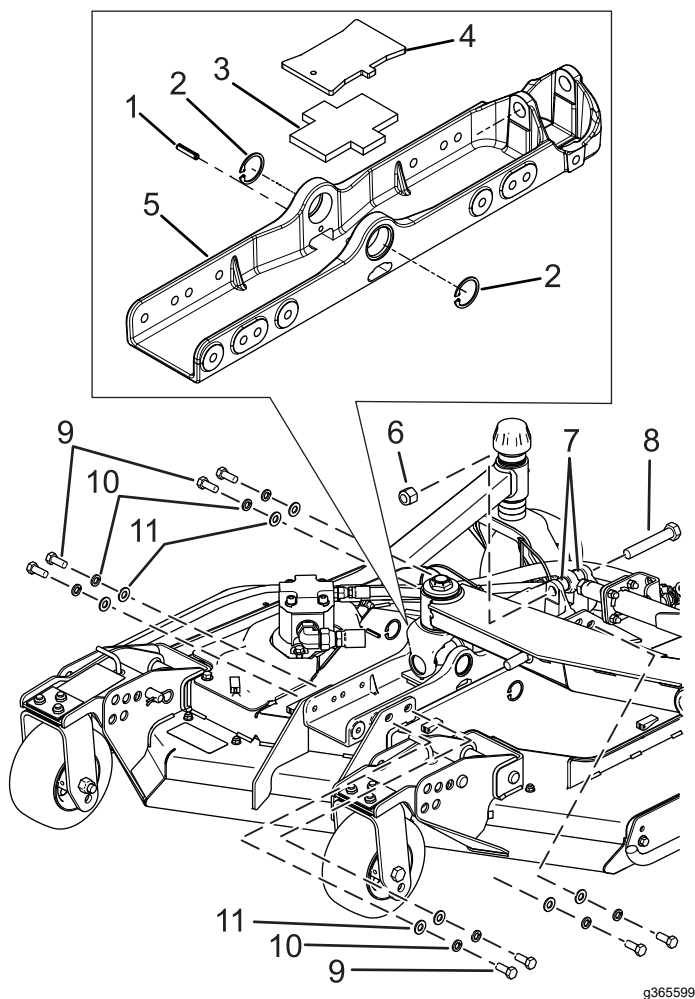

Figur 2
7. Använd det nya däckfästet som mall och märk ut och borra ett hål på 1,4 cm i klippenhetens bakre plåtar enligt Figur 2.